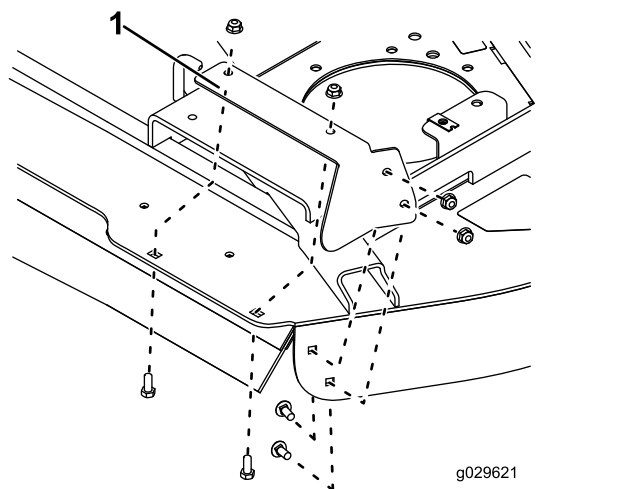

Figura 12
7. Monte a proteção do pé direito à parte de cima e lateral da plataforma. Utilize quatro parafusos de carroçaria (5/16 pol. x 3/4 polegada) e quatro porcas (5/16 polegada), tal como se ilustra na Figura 12.